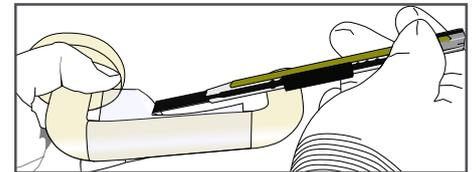

Abbildung 18
- › Abschließend ist mit dem anderen Folienteil an der Rückseite des Griffs leicht zu überlappen (etwa 2 mm). Überschüssiges Folienmaterial ist abzuschneiden. (Abb. 18)